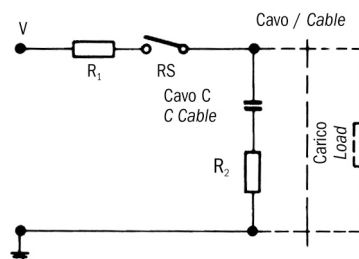
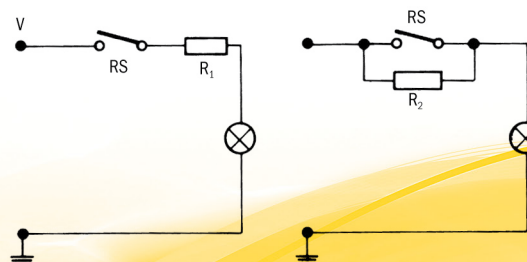

Fig. 4
Fig. 5
2) Carichi capacitivi e lampade Al contrario di quanto avviene con i carichi induttivi, con i carichi capacitivi e con lampada si hanno elevate scariche di corrente che possono provocare guasti immediati, e persino la saldatura dei contatti. Quando si commutano dei condensatori caricati o dei condensatori di linea, si ha un'immediata scarica la cui intensità dipende dalla portata e dalla lunghezza dei carichi. La corrente di scarica di picco è limitata da un resistore in serie con il condensatore, come è indicato nella fig. 4 (vedi pagina seguente). La dimensione del resistore sarà determinata in base alle possibilità esistenti nell'ambito di un particolare circuito. In ogni caso, dovrebbe essere il più grande possibile per limitare lo scarico di corrente entro limiti accettabili. Quanto detto vale anche per il carico con condensatori. Per quanto riguarda i circuiti con condensatori ad elevata scarica di corrente, andrebbero usati i circuiti come da fig. 5 (vedi pagina seguente), con R1 o R2.